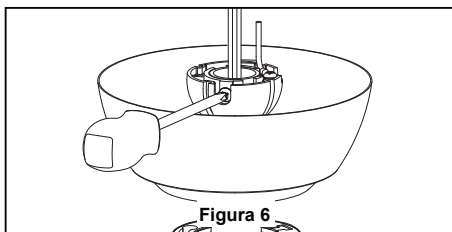

Figura 6
6. Vuelva a colocar la semiesfera en el barral como se indica a continuación. Pase los cables de marrón, azul, rojo, gris y amarillo a través de la semiesfera. Pase el pasador a través de los dos orificios en el barral y alinee la semiesfera de modo que el pasador quede atrapado en la ranura de la parte superior de la misma. Empuje la semiesfera hacia arriba, bien ajustada contra el pasador. Ajuste firmemente el tornillo de fijación en la semiesfera. Si el tornillo de fijación está flojo, podría provocar oscilación del ventilador. (Figura 6)
6. Asegure el vidrio en la la ensamble de la placa de iluminación girándolo en el sentido de las agujas del reloj. Gire el vidrio gradualmente **hasta que encaje en la ensamble de la placa de iluminación**. Sin apretar demasiado. (Figura 6)